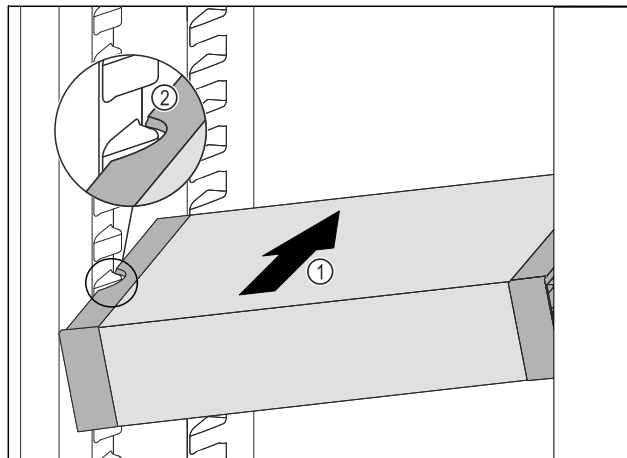

Fig. 93
- Zasuňte VarioSafe do chladničky pod úhlem tak Fig. 93 (1), aby vybrání na bocích Fig. 93 (2) VarioSafe byla na úrovni žebrování na nádoby v chladničce.